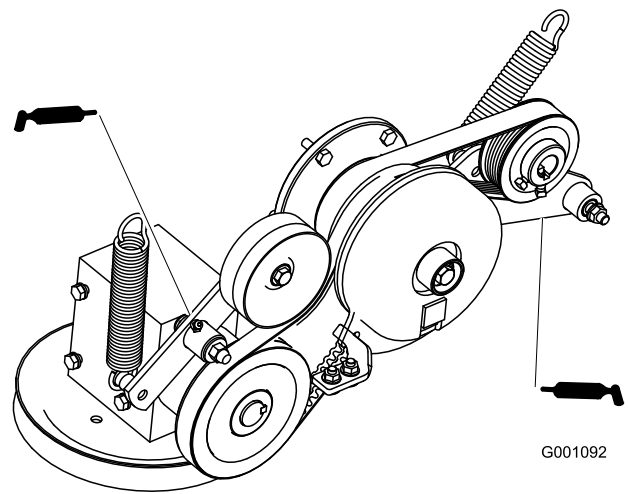

Figura 26
6. Ingrassate il braccio di rinvio della cinghia di trasmissione della PDF (Figura 26).
7. Ingrassate il braccio di rinvio della cinghia della pompa (Figura 26).